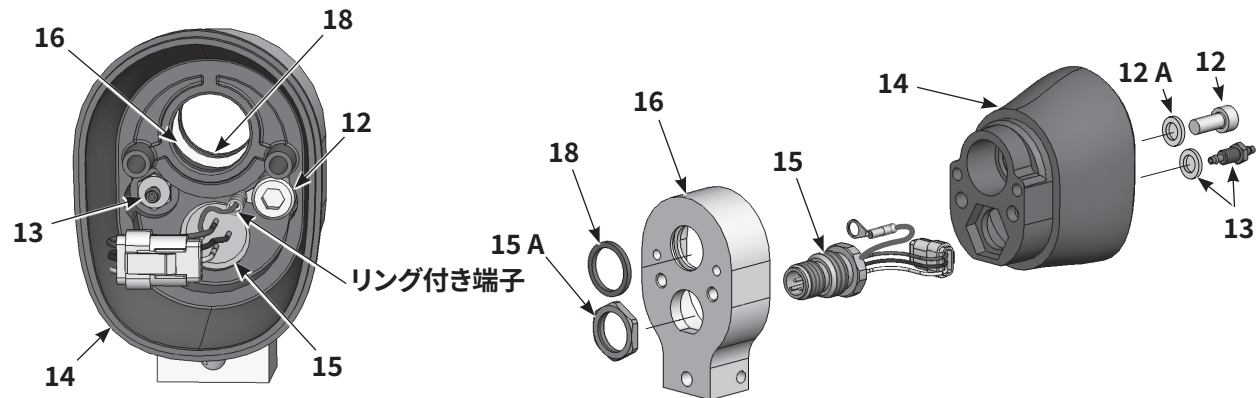

図24 バー取り付け式ガンの分解 3/3
8. 図24を参照。本体後部のアッセンブリを分解するには、ネジ(12)、ロックワッシャー(12A)および止め付き固定具(13)をガン本体後部(14)の中から取り除きます。3 mmのアレンキーと1/4インチのディープウェルソケットが必要です。